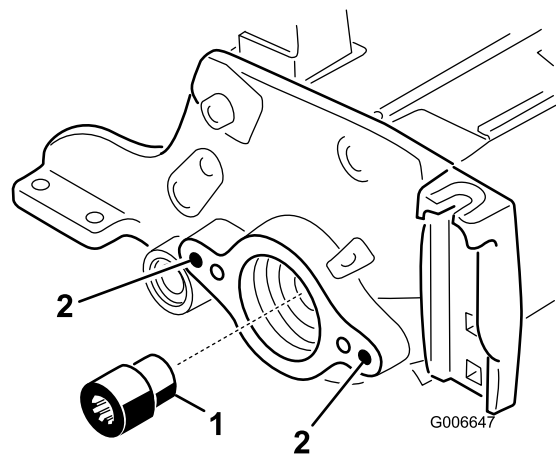

Figura 22
19. Usando la Herramienta para el eje del molinete, retire el inserto acanalado del extremo del motor del eje del molinete (Figura 22). Utilice la herramienta para el eje de transmisión del molinete, Pieza TOR4112, en los modelos 03665 y 03666, y la herramienta del eje de transmisión del molinete, Pieza TOR4074, en los modelos 03685 y 03686. Limpie toda la grasa del taladro roscado donde estaba el inserto acanalado.
20. Instale el inserto acanalado nuevo (más largo) en el eje del molinete (Figura 22). Aplique Loctite azul a la rosca del inserto antes de la instalación. Apriete a 116-129 N m.